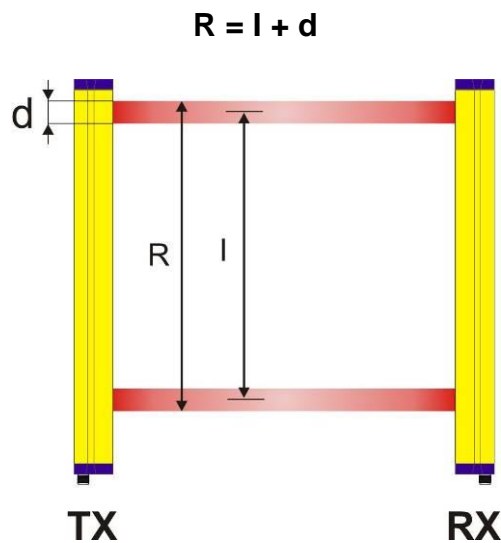

Abb. 1
- **Auflösung** da sie eng an den Faktor gebunden ist, welcher Körperteil geschützt werden soll. Unter Auflösung der Vorrichtung wird die Mindestgröße eines matten Objekts verstanden, durch den mindestens einer der den Abtastbereich bildenden Strahlen mit Sicherheit verdunkelt wird. Wie aus der Abb. 1 hervorgeht, hängt die Auslösung alleine von den geometrischen Eigenschaften der Linsen, dem Durchmesser und dem Abstand ab und wird dabei nicht von den Umgebungs- und Betriebsbedingungen des Lichtvorhangs beeinflusst.